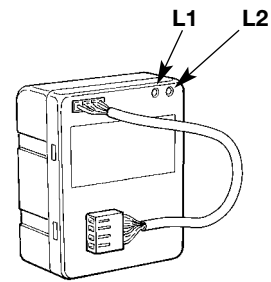

Fig. 1
La batteria tampone PR1 (Fig.1) può essere installata esclusivamente in impianti di automazione per cancelli con centrali di comando MHOUSE; consente di accumulare energia durante il periodo in cui l'automatismo è alimentato dalla rete elettrica e di restituirla in caso di mancanza della tensione di rete (funzionamento tampone); permette circa una decina di azionamenti del cancello in assenza di tensione della rete elettrica principale.
- Verificare che il led "L2" (Fig.1) sia acceso ad indicare che la batteria sta fornendo energia all'impianto. Verificare che i vari led sulla centrale diano indicazione del corretto funzionamento della stessa.
- Collegare l'automazione alla tensione di rete e verificare che il led "L1" (Fig.1) sia acceso ad indicare che la batteria si sta correttamente ricaricando.
- Scollegare l'automazione dalla tensione di rete; verificare che il led "L2" (Fig.1) sia acceso quindi eseguire almeno una manovra di apertura e chiusura dell'automazione per verificare che tutto sia perfettamente funzionante anche nel caso di funzionamento a batteria.